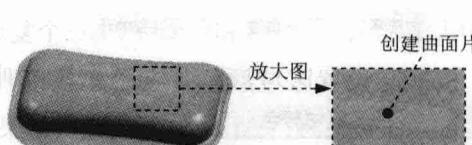

图 1.13 修补结果
Step3. 完成自动修补。单击对话框中的**自动修补**按钮，修补结果如图 1.13 所示。